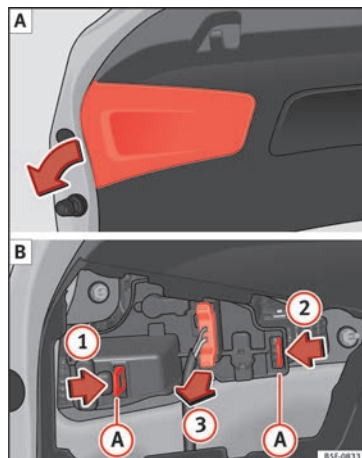

Fig. 114 Retirar la cubierta del portón trasero y desmontar el portalámparas.
- Retire la tapa del portón en la dirección de la flecha » **fig. 114 A**.
- Desbloquee las lengüetas de fijación **A** del portalámparas, siguiendo la dirección de las flechas **1** y **2** » **fig. 114 B**.
- Extraiga el portalámparas de su sitio en el sentido de la flecha **3** » **fig. 114 B**.
- Vuelva a colocar el portalámparas comprobando que los clips de fijación **A** » **fig. 114 B** estén correctamente sujetos.